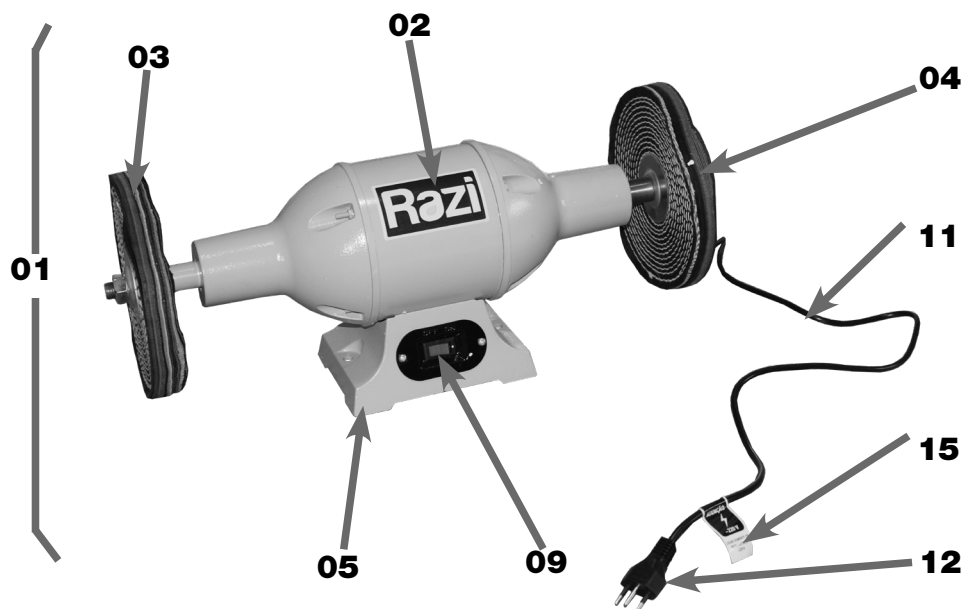

FIGURA 01 – Politriz de Bancada
VERIFICAR se a tensão (Volts) da máquina é compatível da rede elétrica. Esta informação pode ser obtida tanto na Plaqueta de Especificações Técnicas (13) fixada na parte traseira da Politriz de Bancada (01), como na Etiqueta de Tensão (15) (figura 01 e 02) e na própria embalagem do produto;
Em caso de EMERGÊNCIA, AÇIONAR rapidamente a Interruptor Liga/Desliga (09) e DESCONECTAR o Plugue de Alimentação (12) (figura 01) da tomada.
Quando houver intervenção de manutenção sobre a máquina, é necessário DESLIGAR a Interruptor Liga/Desliga (09) e DESCONECTAR o Plugue de Alimentação (12) da tomada (figura 01), ou seja, da rede elétrica de energia. Desta forma, a máquina não oferece RISCO DE CHOQUE ELÉTRICO;
A **POLITRIZ DE BANCADA 8"** da **Razi** foi desenvolvido pelos critérios de qualidade, segurança, modernidade e tecnologia, a fim de atender as necessidades do usuário, em conformidade com as normas técnicas aplicáveis (figura 01).
A Politriz de Bancada (01) é composta basicamente pelo conjunto do Corpo (02) e as Rodas de Polir (03) e (04) (figura 01).
O conjunto do Corpo (02) é formado por peças de aço fundido, resistentes e rígidas, as quais alojam em seu interior o motor e são fixadas sobre a Base de Fixação (05) (figura 01).
Este motor possui eixo duplo, ou seja, um eixo em cada lado do Corpo (02) (esquerdo e direito). Nessas pontas de eixo são acoplados as Rodas de Polir Esquerda (03) e Direita (04) (figura 01).
Na Base de Fixação (05) está localizado o Interruptor Liga/Desliga (09) responsável por acionar e parar o movimento de giro das Rodas de Polir (03) e (04) (figura 01).